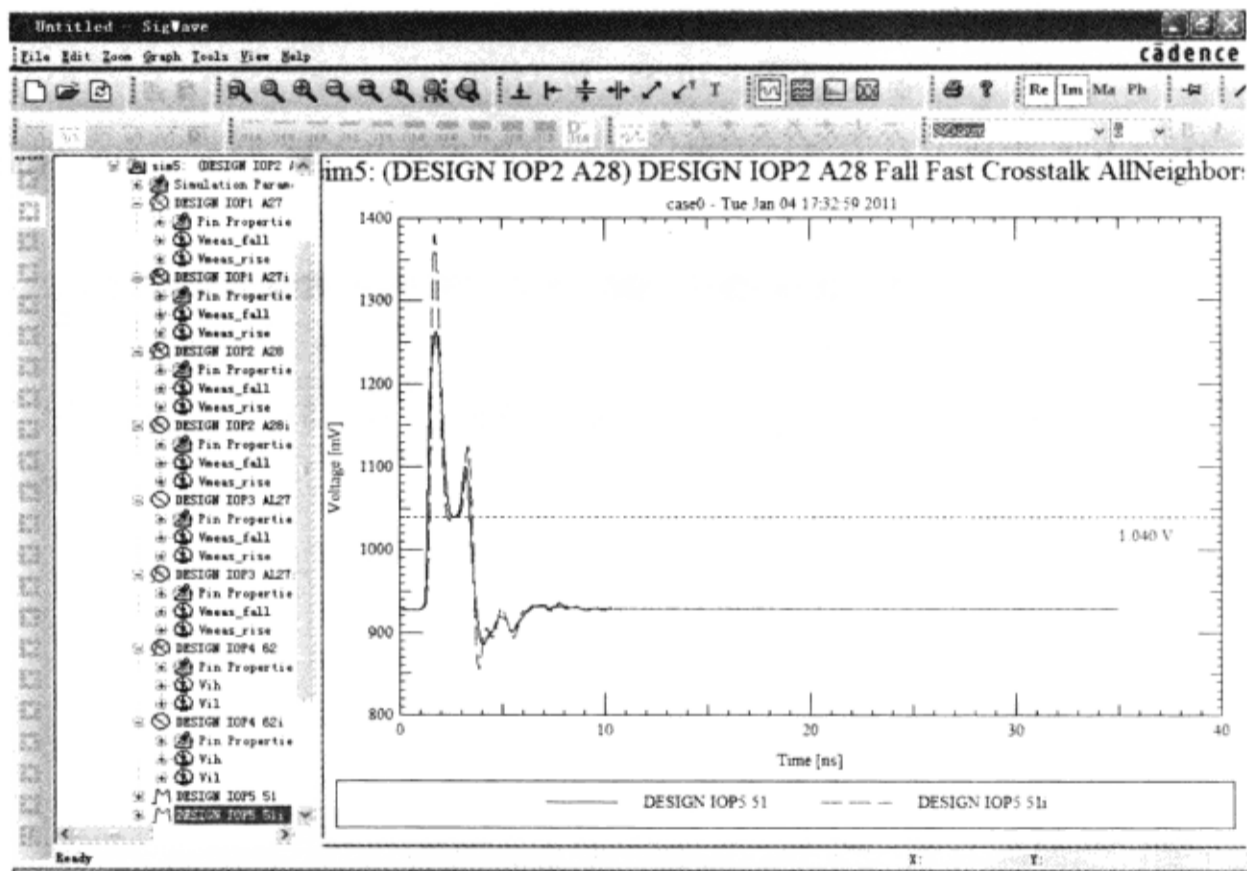

图 3-10-53 仿真结果
⑤ 在“Results”表格上单击鼠标右键，在弹出的菜单中选择“View Waveform”，观察仿真结果，如图 3-10-53 所示。